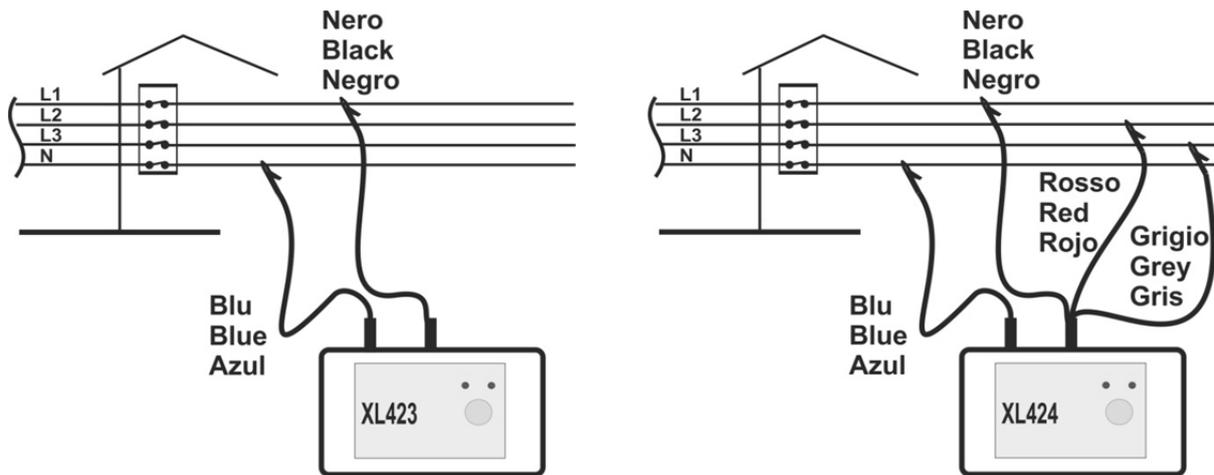

Fig. 3: Ligação do instrumento num sistema Trifásico 4-fios
3. Ligar os terminais com crocodilo à instalação respeitando as ligações indicadas na Fig. 3.